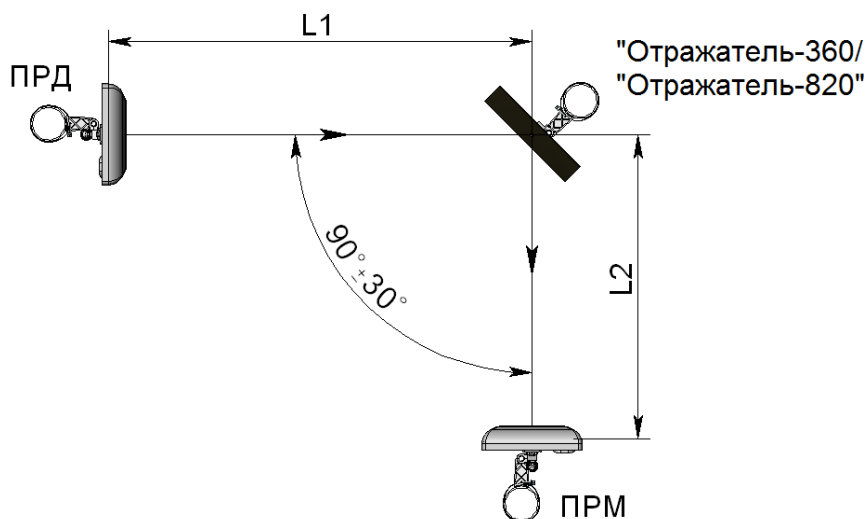

Рисунок 2.11 – Установка извещателей с применением отражателя «Отражатель-360» («Отражатель-820»)
2.3.9.2 При работе извещателей «ФОРТЕЗА-50-Ethernet», «ФОРТЕЗА-100-Ethernet», «ФОРТЕЗА-200-Ethernet» с «Отражателем-360» (см. рисунок 2.11) суммарная длина зоны обнаружения L1+L2 (где L1 – расстояние между блоком ПРД и отражателем, L2 – расстояние между отражателем и блоком ПРМ) не должна превышать: